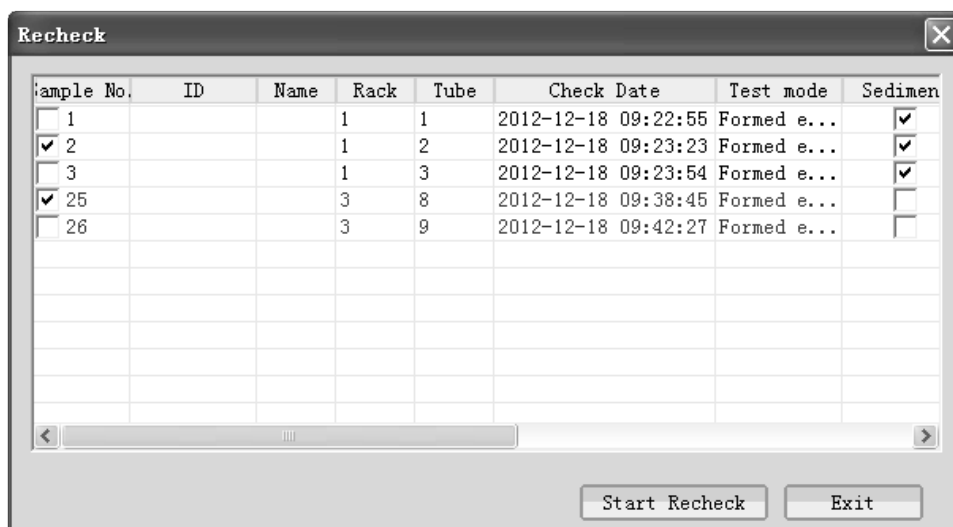

Рисунок 7-4-1
(1) Установите повторные пробы в новый штатив и поставьте его справа на автозагрузчик FUS-2000.
(2) Выберите флажками (✓) номера проб для повторного тестирования (рис. 7-4-1) и нажмите «Начать проверку»  для начала анализа.
(3) После завершения повторного тестирования результаты проверки автоматически появятся в строке результатов.